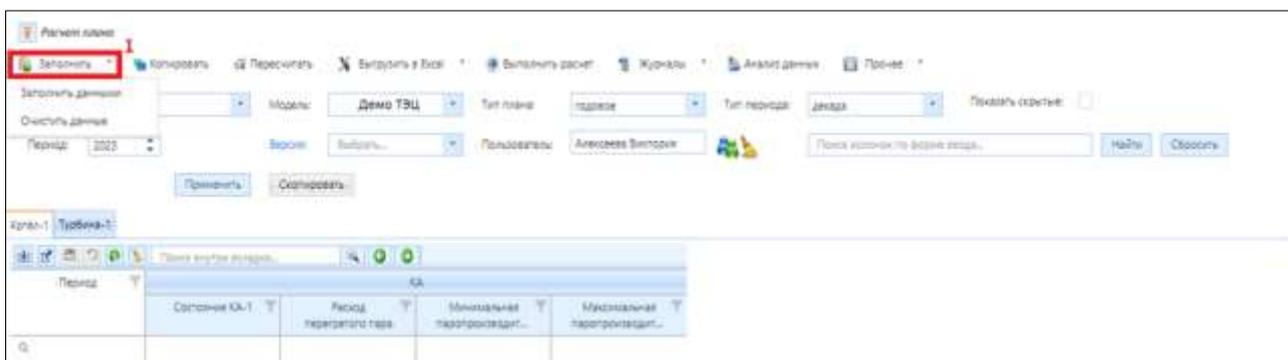

Рисунок 3.7.4 – Заполнение данными формы ввода
Для заполнения формы ввода данными, в верхнем поле с кнопками меню модуля нажмите на кнопку (1) «Заполнить» (рис. 3.7.4), затем выберите «Заполнить данными».